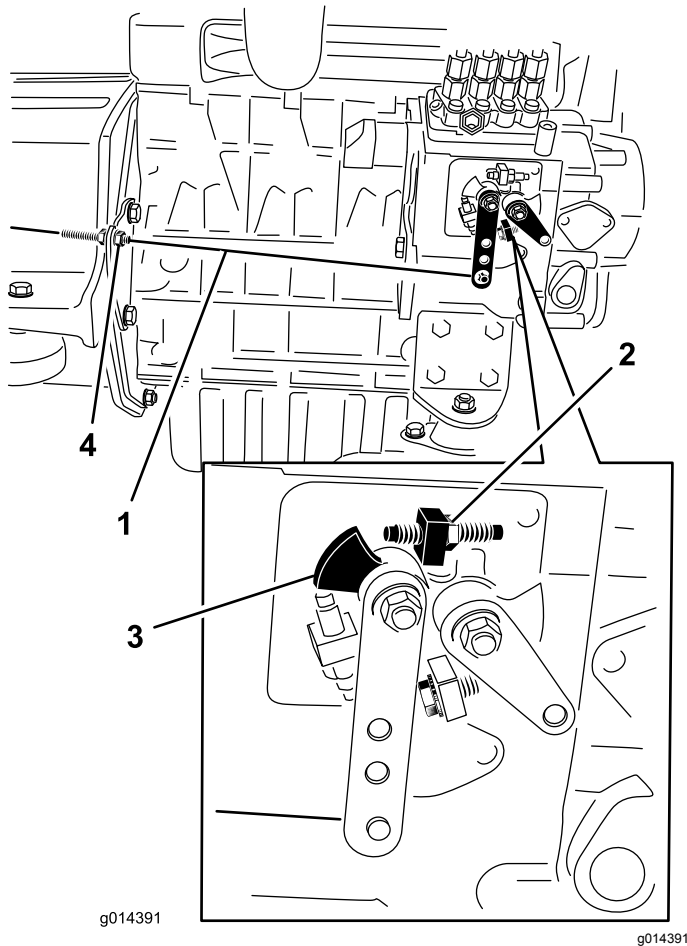

Figure 37
2. Vérifiez la position du levier de commande de régime sur la pompe d'injection. Le levier de commande de régime doit toucher la vis de haut régime lorsque la commande d'accélérateur est en position HAUT RÉGIME (verrouillage) (Figure 37).
3. Au besoin, réglez la position des écrous de blocage du câble de commande d'accélérateur jusqu'à ce que le levier de commande de régime touche la vis de haut régime lorsqu'il est en position HAUT RÉGIME (verrouillage) (Figure 37).